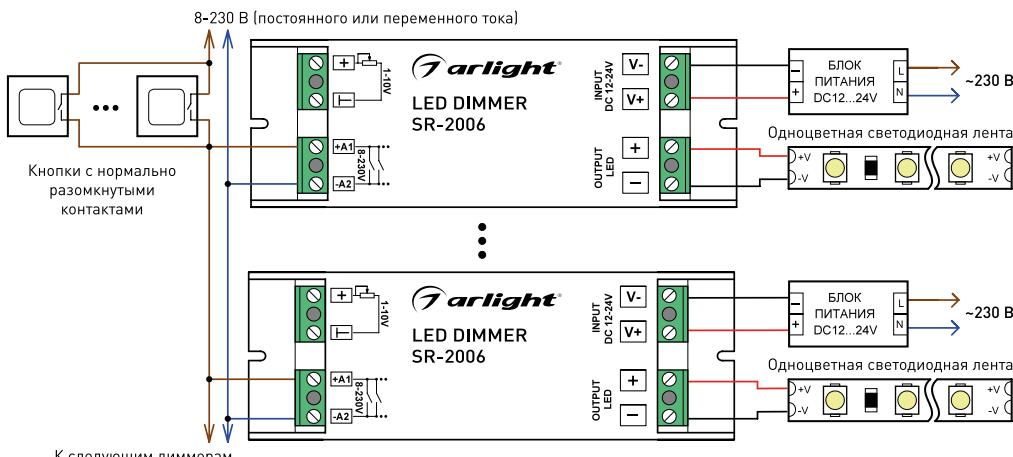

Рис. 2. Схема подключения при управлении кнопками PUSH DIM.
- 3.6. Если используется управление PUSH DIM, подключите кнопки с нормально разомкнутыми контактами в соответствии со схемой [рис. 2]. Для управления диммером кнопками используется напряжение 8-230 В постоянного или переменного тока.